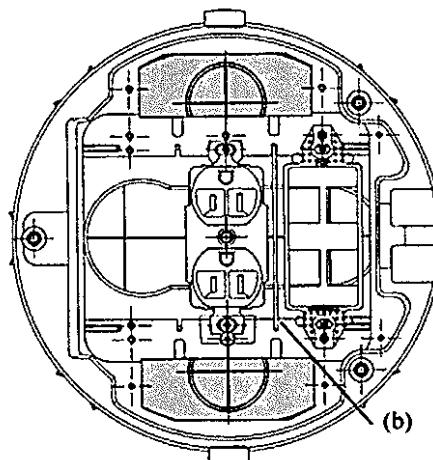

Fig. 4
4. For perimeter cover plates and devices (shaded areas in Fig.4), a flexible steel conduit (g) is available to join all power or all data cables to a standard junction box (d). Attach box (m) to bottom of can as shown using (2) pan head screws provided (f). Attach conduit adapters (n) to boxes (d) and (m). In applications where the perimeter plates are NOT all power or all data – connect conduit to box (m) or standard junction box (d) separately.
- b. Insert divider (b) between power and data devices at center. See Fig. 3. Center section may be all data, all power or divided 1/3-2/3 as shown in fig.4.
Assemble brackets (ad) as required as shown in figures 4 and 5. Brackets are marked to assist assembly. Turn hexagonal head screws (ae) horizontally to support the disc (at). Insert discs (at) at top, center and bottom. Bend brackets (af) for center and bottom positions to fit inside the assembled tube segments.
2. Install assembly into cut hole, see Fig.4. Check that the assembly is installed plumb to the deck. Attach to deck with sheet metal screws (not supplied).
- Pour les plaques de couverture et dispositifs périphériques (sections ombragées de la Fig. 4), un conduit métallique flexible (g) est disponible pour joindre tous les conducteurs d'énergie ou de données à une boîte de dérivation standard (d). Fixer la boîte (m) à la base de la boîte selon l'illustration à l'aide des (2) vis à tête cylindrique fournies (f). Fixer les adaptateurs de conduit (n) aux boîtes (d) et (m). Dans les applications où les plaques périphériques NE sont PAS toutes réservées à l'énergie ou aux données – raccorder la boîte de conduit (m) ou la boîte de dérivation standard (d) de façon distincte.
- Insérer le séparateur (b) entre les compartiments d'énergie et de données, consulter la Fig. 3. La section centrale peut être réservée aux données, à l'énergie ou répartie 1/3-2/3 selon l'illustration de la Fig. 4.
Assembler les supports (ad) au besoin conformément aux figures 4 et 5. Les supports comportent des repères pour faciliter l'assemblage. Tourner les vis hexagonales (ae) horizontalement pour soutenir le disque (at). Insérer les disques (at) en haut, au centre et en bas. Au centre et en bas, plier les supports (af) afin qu'ils s'adaptent à l'intérieur des sections de tube.
4. Para placas y dispositivos perimetrales (áreas sombreadas en la Fig. 4), hay disponible un conducto de acero flexible (g) para agrupar los cables de alimentación o de datos a una caja de derivación estándar (d). Fijar la caja (m) al fondo de la carcasa como se muestra usando (2) tornillos de cabeza redonda provistos (f). Fijar los adaptadores de conducto (n) a las cajas (d) y (m). En aplicaciones donde las placas perimetrales NO son todas para alimentación o para datos, conectar el conducto a la caja (m) o a la caja de derivación estándar (d) de manera separada.
- b. Colocar el separador (b) entre los lados de alimentación y datos, ver Fig. 3. La sección central podrá ser toda de datos, toda de alimentación o una combinación 1/3-2/3 de ambas, tal como se muestra en la Fig. 4.
Ensamblar los soportes (ad) según sea necesario como se muestra en las Fig. 4 y 5. Los soportes tienen marcas de guía para facilitar el ensamblado. Girar los tornillos hexagonales (ae) horizontalmente para sostener el disco (at). Insertar los discos (at) arriba, al centro y abajo. Al centro y abajo, plegar los soportes (af) para adaptarlos al interior de los tubos.